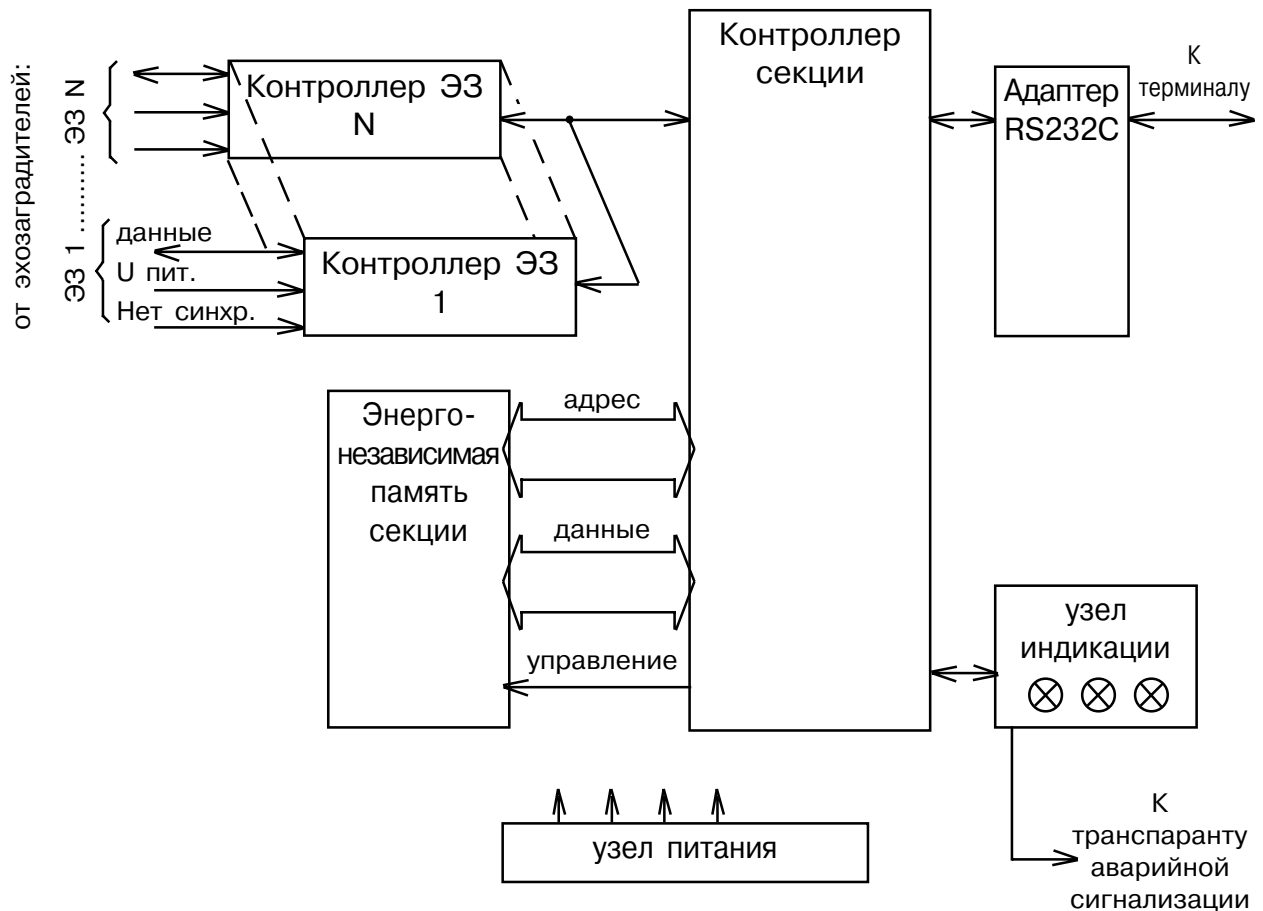

Рис. 3.
9.2.1. Структурная схема интерфейса секции приведена на рис. 3.